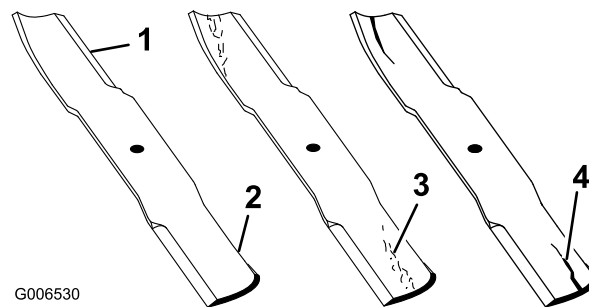

Figura 39
1. Inspeccione los filos de corte (Figura 39). Si los bordes no están afilados o tienen mellas, retire las cuchillas y afílelas; consulte Cómo afilar las cuchillas.
2. Inspeccione las cuchillas, especialmente la parte curva (Figura 39). Si observa daños, desgaste o la
formación de una ranura en esta zona (elemento 3 en la Figura 39), instale inmediatamente una cuchilla nueva.